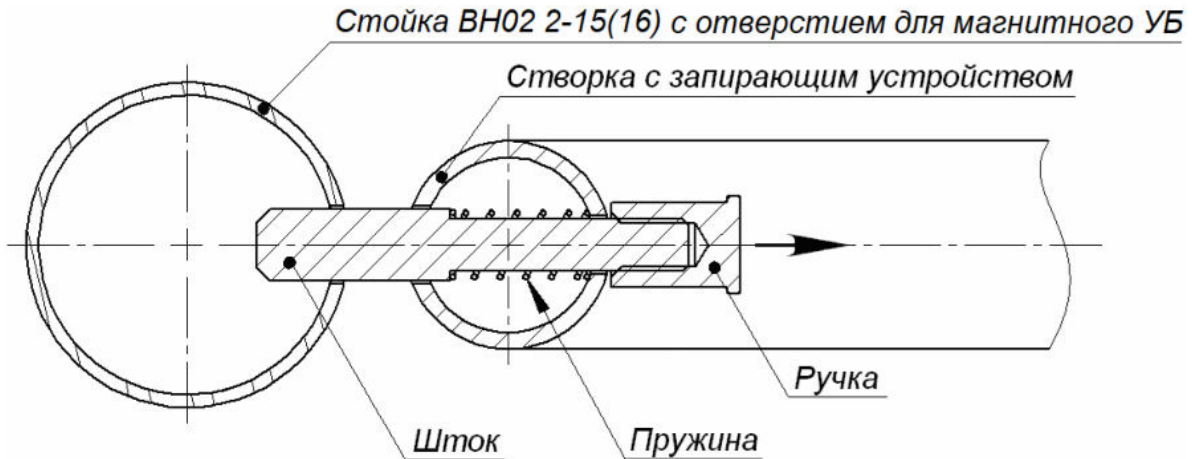

Рисунок 16. Установка штока стопорного узла
6. Проверьте вертикальность и горизонтальность элементов секции (допускается использование монтажных прокладок). Окончательно затяните болты. Проверьте открывание и закрывание створки. Отожмите шток за ручку (рис. 16). После поворота преграждающей створки в положение закрытия прохода ручка отпускается и шток фиксирует створку в соответствующем пазу стойки ограждения.
При эксплуатации поворотной секции ограждения рекомендуется периодически (один раз в шесть месяцев) смазывать подвижные части стопорного узла (см. рис. 16) молибденовой смазкой (ШРУС-4).